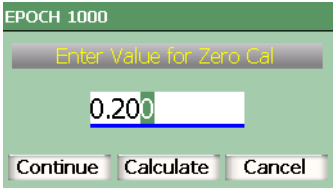

图 9-2 为零位校准输入数值对话框
7. 待读数稳定后, 选择 **1/5 > Auto CAL** (自动校准) > **CAL Zero** (校准零位)。屏幕被冻结, 并出现 **Enter Value for Zero Cal** (为零位校准输入数值) 对话框 (参见第 128 页的图 9-2)。